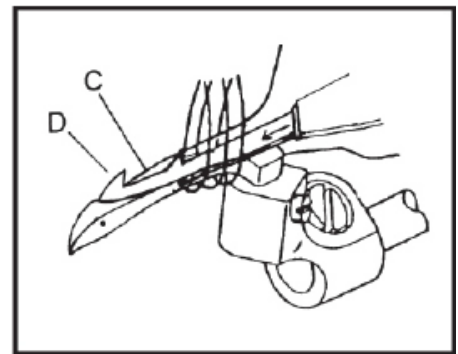

Рис. 46-2
2. Когда подвижный нож перемещается в крайнюю левую мертвую точку, нить петлителя должна быть опущена в левый крючок (D) подвижного ножа (A) (Рис. 46-2)